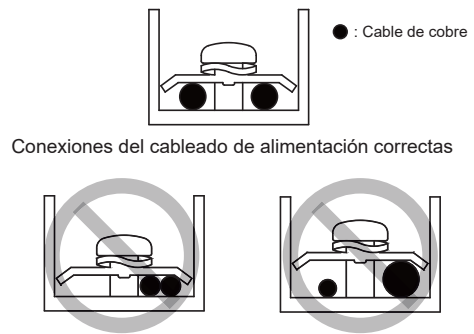

Figura 9.2
- No conecte dos cables de alimentación con diámetros diferentes al mismo terminal de fuente de alimentación (puede causar el sobrecalentamiento de los cables debido al cableado suelto). Véase figura 9.2